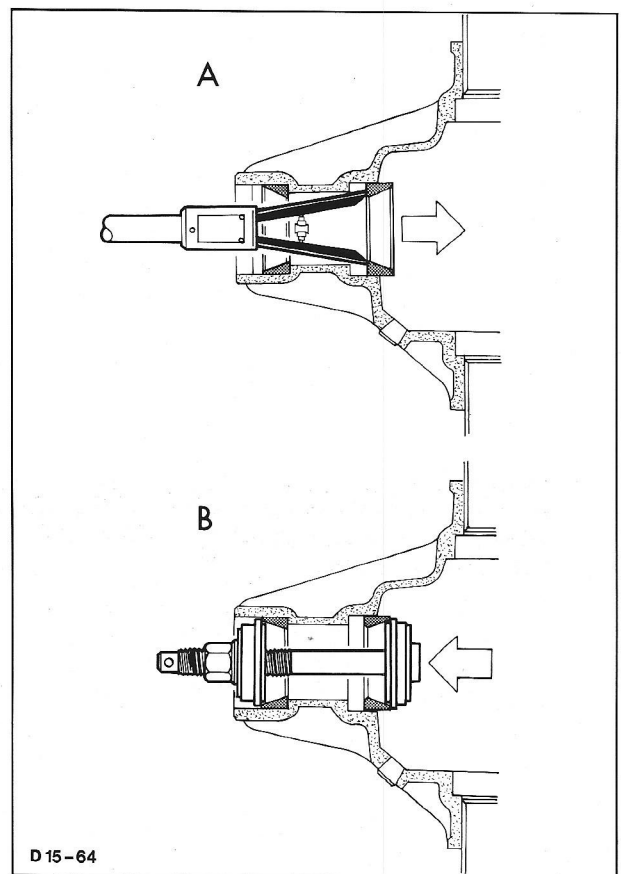

Fig.27 A - Lagercup verwijderen.
7. Verwijder de kleine buitenste lagercup met gereedschap 15-043 en monteer een nieuwe cup met gereedschap 15-033. Vernieuw tevens de grote buitenste lagercup (fig.27). (De montagegereedschappen hebben aan een zijde een rand voor de montage van de cups met een kleinere diameter voor oudere typen achterbruggen.)